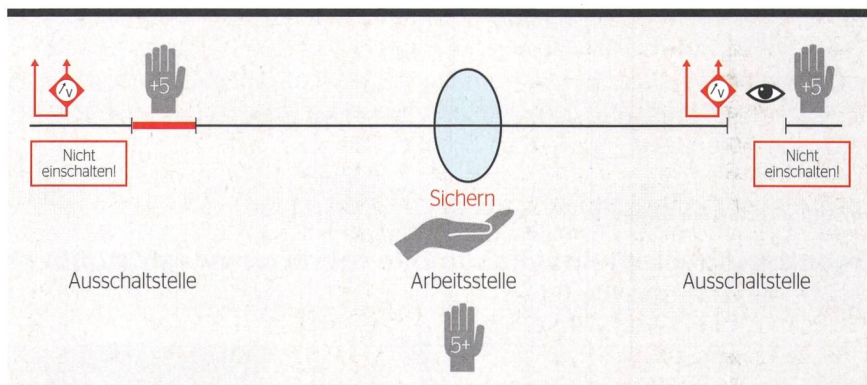

Bild 3 Eindeutige Identifizierung der Verbindungsleitung möglich.
- Bei Verbindungsleitungen mit eindeutiger Identifizierung (Zuordnung) der Kabel und ohne jegliche Abgänge, kann auf das Erden und Kurzschliessen verzichtet werden (Bild 3). Sind die Leitungen grössere Strecken parallel zu Hochspannungsleitungen, ist zur Ableitung der induzierten Spannung das Kabel